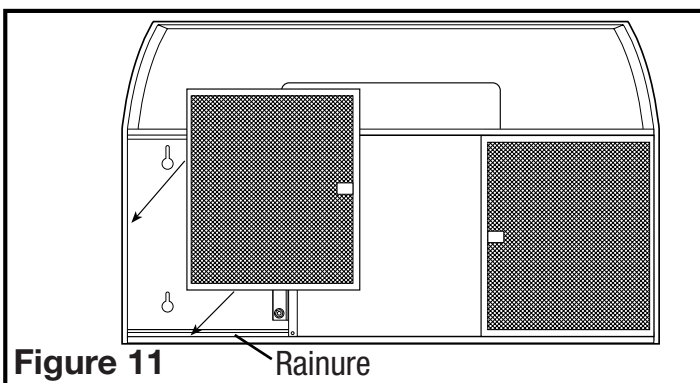

Figure 11
2. Réinstallez les filtres en les glissant dans les rainures, de chaque côté de la hotte, et en les poussant vers le haut jusqu'à ce qu'ils soient bien en place (**Figure 11**).